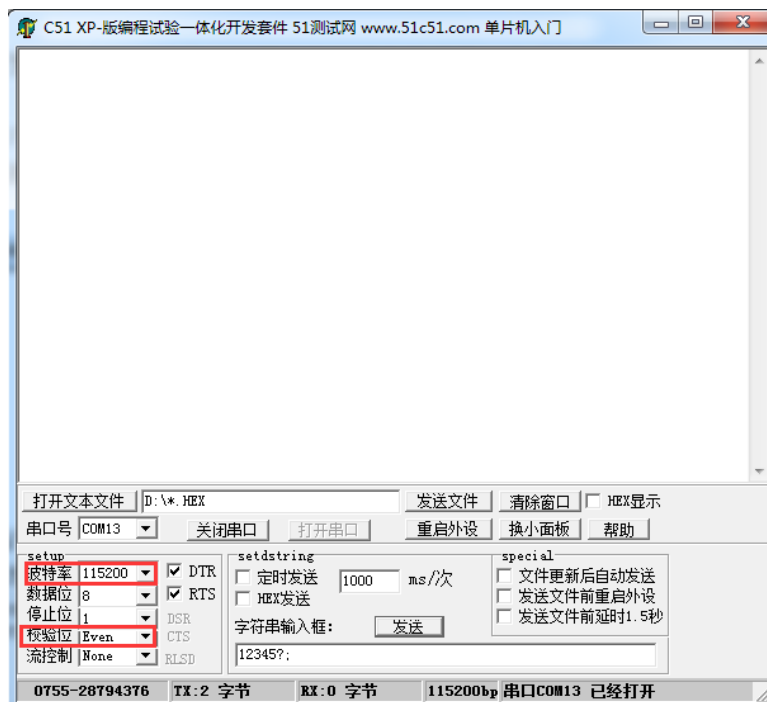

图 1 串口设置
- (1) 用串口线（usb 转串口线）将开发板和电脑相连接。打开电脑的设备管理器，查看使用的端口号。
- (2) 打开“sscomv20(串口调试程序)”软件。
- (3) 将端口号设置为第（1）步查到的端口号，波特率：115200，数据位：8，校验位：Even,偶校验。停止位：1。如图 1 所示：
- (1) 用 RS485/RS232 转换器将开发板和电脑相连接。打开电脑的设备管理器，查看使用的端口号。
- (2) 打开“sscomv20(串口调试程序)”，设置如图 1 所示。
- (3) 用 JLINK 将开发板和电脑连接，打开 RS485 通讯实验工程，编译，运行。
(1) 设置串口软件“sscomv20(串口调试程序)”如图 1 所示。用串口线将开发板和电脑连接。
(2) 打开 CPU 温度测量例程，并下载到开发板，复位运行程序，此时可以看到串口输出了相关信息，如下图所示：
(2) 打开 CRC 例程，并下载到开发板，复位运行程序，按下 S1~S4 任意一个按键，可以看到串口输出计算的 CRC 结果：
- (1) 设置串口软件“sscomv20(串口调试程序)”如图 1 所示。用串口线将开发板和电脑连接。
- (2) 打开 DS18B20 温度测量例程，并下载到开发板，复位运行程序，结果如下：
- (2) 打开 RNG 随机数发生器例程，并下载到开发板，复位运行程序，按下 S1~S4 任意一个按键，可以看到串口输出随机数结果：
- (2) 打开 RTC 时钟例程，并下载到开发板，复位运行程序，可以看到串口输出结果：
- (2) 打开独立看门狗例程，并下载到开发板，复位运行程序，按下 S1~S4 任意按键喂狗，如果不按下，看门狗计数溢出导致系统复位，如下：
- (2) 将该例程下载到开发板，复位运行，则可以看到串口调试软件有如下显示：
- (2) 设置串口软件“sscomv20(串口调试程序)”如图 1 所示。将 u 盘插到开发板的 CN4 上。用串口线将开发板和电脑连接。
- (3) 打开 u 盘读写实验例程，并下载到开发板，复位运行程序，此时可以看到串口输出了相关信息，如图所示：